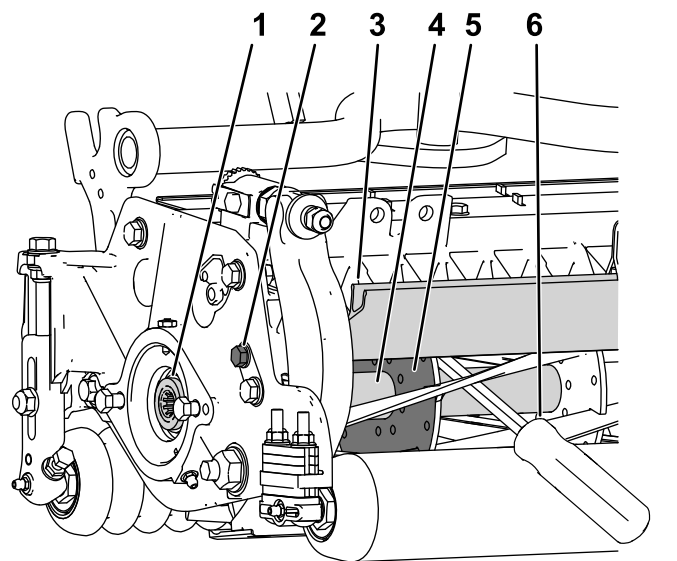

Figure 37
1. Desserrez le boulon du déflecteur sur le côté gauche de l'unité de coupe et levez le déflecteur arrière (Figure 37).
2. Insérez un levier à long manche ($\frac{3}{8}$ " x 12" avec manche de tournevis) à l'arrière du cylindre de coupe, du côté le plus proche de l'unité de coupe que vous allez serrer (Figure 37).
3. Placez le levier contre le côté soudé de la plaque de support du cylindre (Figure 37).